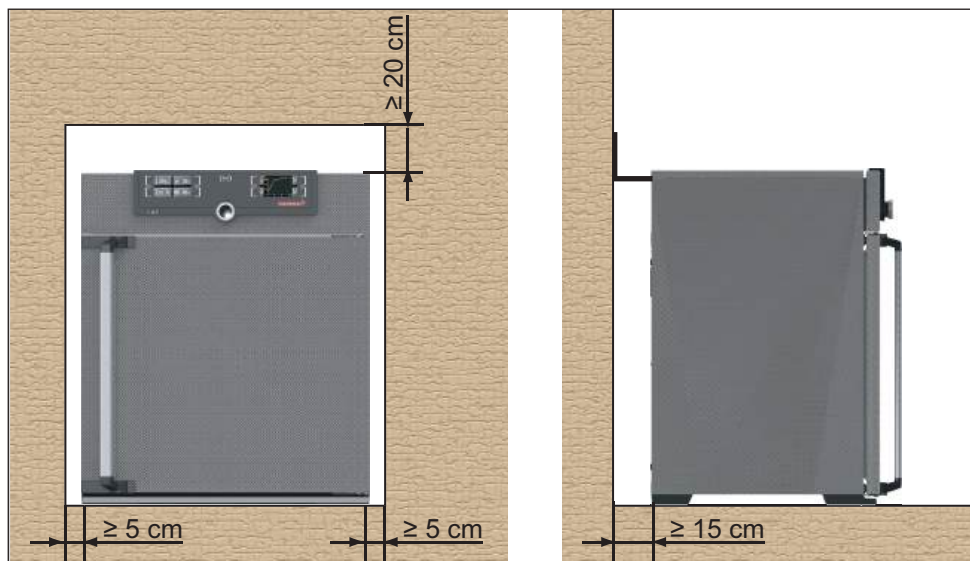

Fig. 9 Distancias mínimas con respecto a las paredes y el techo
La separación entre la pared y la parte posterior del equipo deberá ser como mínimo de 15 cm. La distancia hasta el techo debe ser como mínimo de 20 cm y la distancia de los laterales a la pared o al equipo contiguo de al menos 5 cm (Fig. 9). En general, deberá garantizarse una circulación de aire suficiente en el entorno del equipo.
2. Doble la protección antivuelco hacia arriba 90° con la distancia deseada hasta la pared (tenga en cuenta la distancia mínima, véase la Fig. 9).